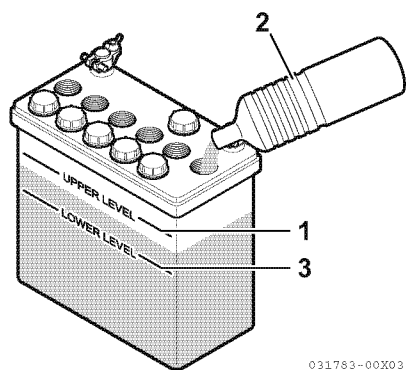

Figure 6
- Lorsque la quantité de liquide est proche de la limite inférieure (3, Figure 6), ajoutez de l'eau distillée (2, Figure 6) afin d'atteindre la limite supérieure (1, Figure 6). Si la batterie continue de fonctionner avec une quantité insuffisante de liquide de batterie, sa durée de vie est réduite et elle peut surchauffer et exploser. Durant l'été, vérifiez le niveau de liquide plus souvent que ce qui est spécifié.